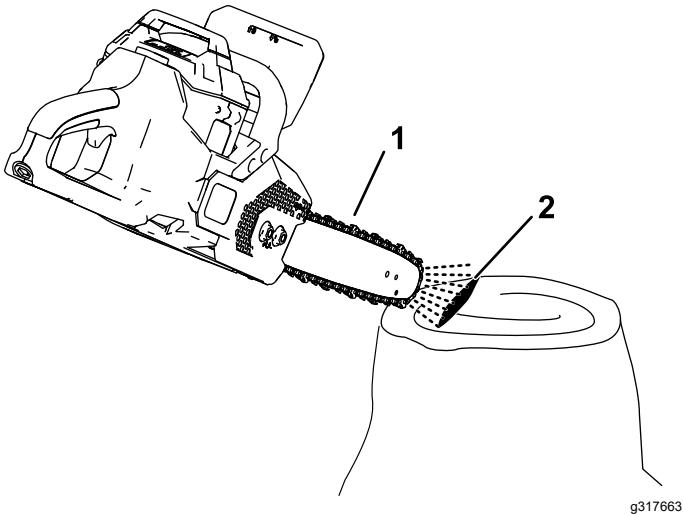

Bild 26
2. Um sicherzustellen, dass Öl zur Sägekette fließt, richten Sie die Nase der Kettensäge einige Zentimeter von einer Oberfläche (z. B. Papier, Pappe, ein Stumpf) weg und lassen Sie die Kettensäge laufen; Sie sollten eine leichte Ölsprühspur auf der Oberfläche sehen können (Bild 26).